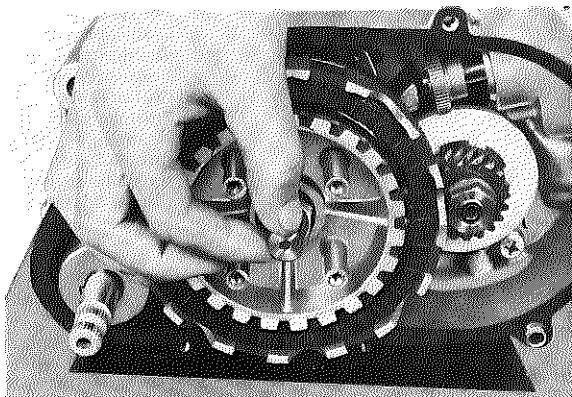

Fig. 3-4-19
4. Install steel ball and push rod into main axle. (Fig. 3-4-19)
4. Introduire la bille d'acier et le champignon de débrayage dans l'arbre principal. (Fig. 3-4-19)
3. Stahlkugel und Schubstange in die Hauptwelle einbauen. (Fig. 3-4-19)